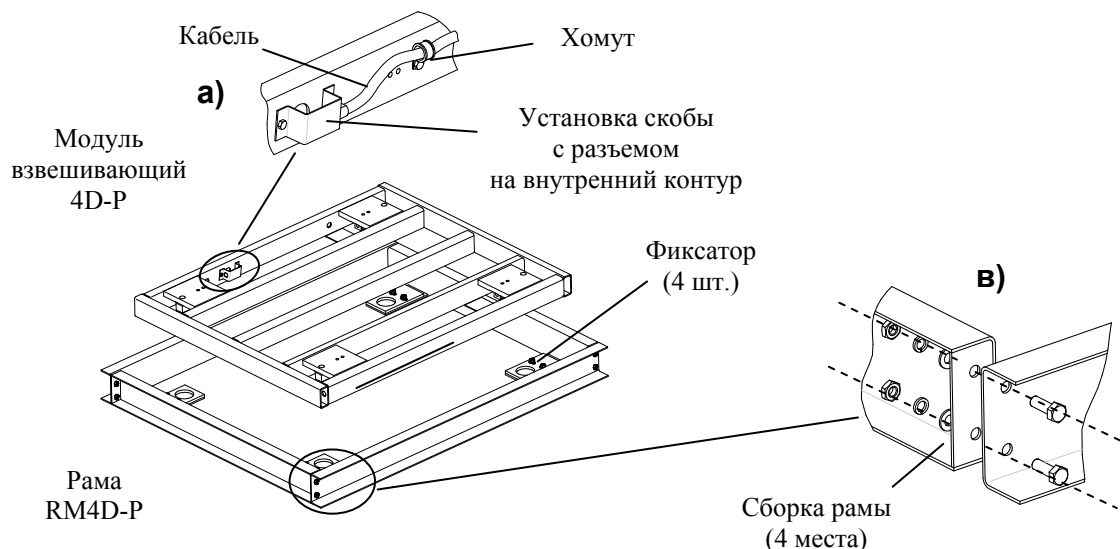
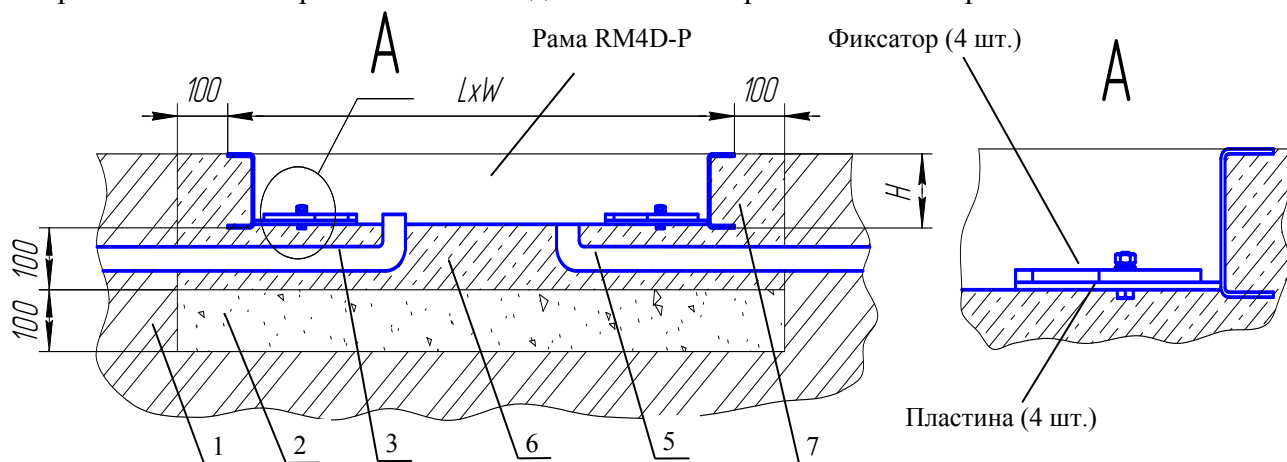

Рис. 2.1
Рис. 3.1
- Если рама разборная, собрать раму (Рис. 2.1в).
- Распаковать модуль взвешивающий 4D-P. В модуле взвешивающем перенести скобу с разъемом с наружного контура, на внутренний контур модуля (Рис. 2.1а).
Конструкция приямка представлена на Рис. 3.1.
- До затвердевания бетона (6) установить в приямок патрубки (3, 5) и раму RM4D-P так, чтобы пластины фиксаторов прилегали к бетонной поверхности без зазоров.
- Пространство между рамой и стенками котлована (7) заполнить бетоном.
- После затвердевания бетона установить модуль взвешивающий в приямок. Установить грузоприемную платформу. Подключить к модулю кабель блочный. Закрепить кабель хомутом (Рис. 2.1а) и протянуть через патрубок (3) (Рис. 3.1). Подключить кабель к терминалу, предварительно установив терминал в удобном для работы месте (см. руководства по эксплуатации терминалов весов 4D-P).